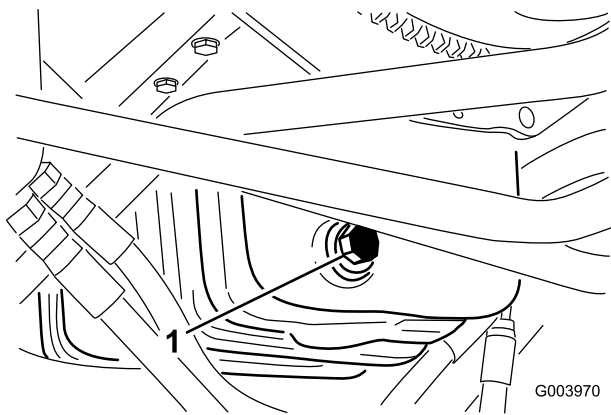

図 61
1. ドレン・プラグ（図 61）を外してオイルを容器に受ける。